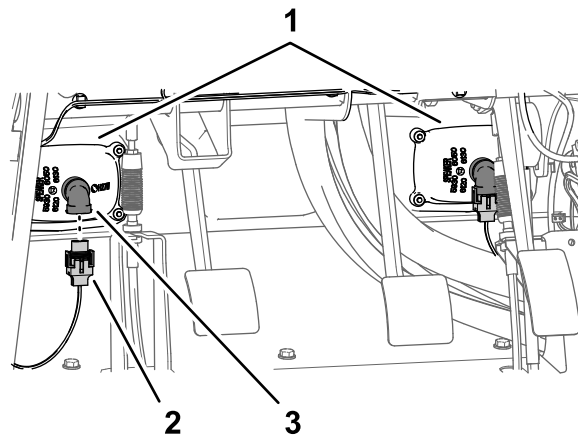

図 12
1. 左右のヘッドライトの 2 ピンコネクタから、車両用ワイヤハーネスの 2 個のコネクタ2 ソケットを外す 図 12。